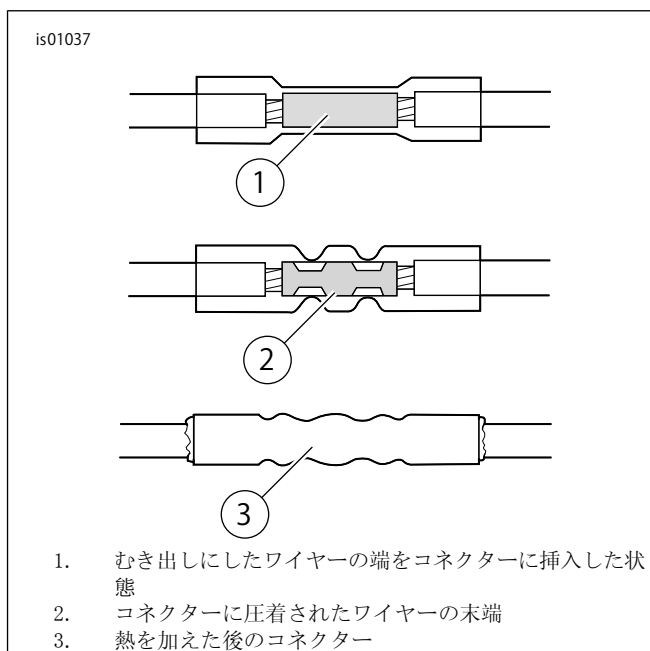

図9。シール付き接合コネクター
- e. 図9を参照してください。切り取り側から、1本の橙/白ワイヤーを接合コネクターの一方の端に差し込みます。接合コネクターのもう一方の端には、別のオレンジ/白色ワイヤーをアダプターハーネスからの赤色ワイヤーとともに差し込みます。
- d. 図9を参照してください。ステップ4bの橙/白ワイヤーをシール付きスプライスコネクターの一方の端に差し込みます。
- e. 図9を参照してください。アダプターハーネスからの赤色ワイヤーをシール付きスプライスコネクターのもう一方の端に差し込みます。